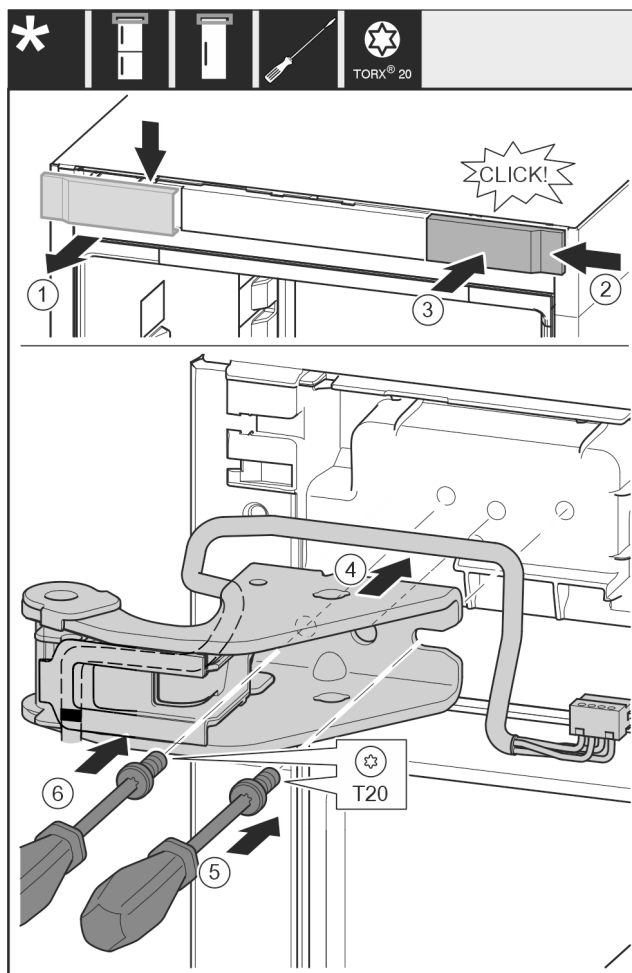

Fig. 32
- Detașați apărătoarea de sus spre înainte. Fig. 32 (1)
- Acroșați pe cealaltă parte din dreapta capul rotit cu 180°. Fig. 32 (2)
- Fixați în poziție apărătoarea. Fig. 32 (3)
- Așezați suportul de lagăr superior. Fig. 32 (4)
- Așezați și înșurubați ferm șurubul cu șurubelnița T20. Fig. 32 (5)
- Introduceți și înșurubați ferm șurubul cu șurubelnița T20. Fig. 32 (6)